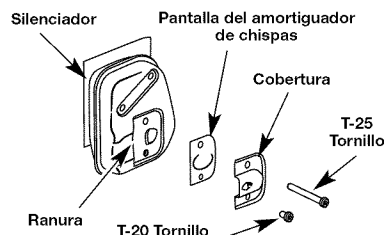

Fig. 33
- Con un destornillador de vástago plano o broca Torx T20 y Torx T25, saque el 2 tornillo que conecta la cubierta del amortiguador de chispas al silenciador (Fig. 33).